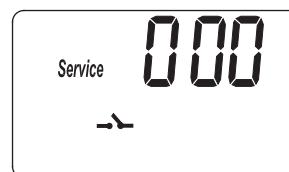
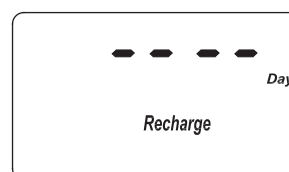
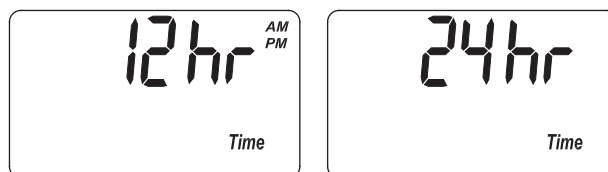

FIG. 29
FIG. 30
FIG. 31
1. Mantenga oprimido el botón PROGRAM (Programar) hasta que aparezca la pantalla que se indica en la Fig. 29. Cuando ello ocurra, oprima cuatro veces el botón PROGRAM (Programar) y aparecerá la pantalla que se indica en la Fig. 30.
1. Mantenga oprimido el botón PROGRAM (Programar) hasta que aparezca la pantalla que se indica en la Fig. 29. Cuando ello ocurra, oprima cinco veces el botón PROGRAM (Programar) y aparecerá una de las dos pantallas que se indican en la Fig. 31.